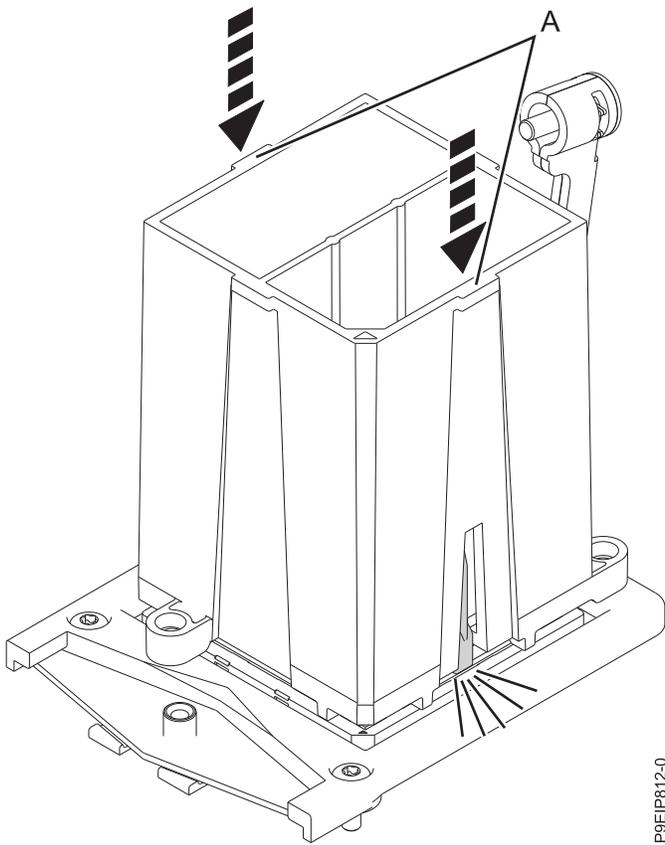

図 58. システム・プロセッサ・モジュールをツールにロック
9. 取り外しツール (A) がシステム・プロセッサ・モジュールの上部に乗った状態で、ツールを押し下げて、システム・プロセッサ・モジュールをツールにロックします (60 ページの図 58 を参照)。